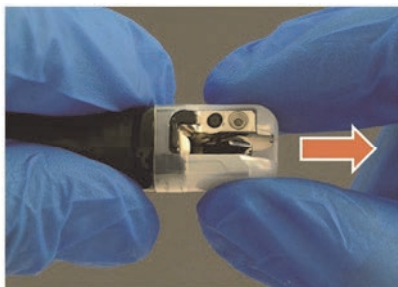

図 7
- (4) 図 7 に示すように、先端カバーの側面をつまんで先端方向に軽く引っ張り、がたつきがないこと、先端カバーが内視鏡先端部からはずれないことを確認する。